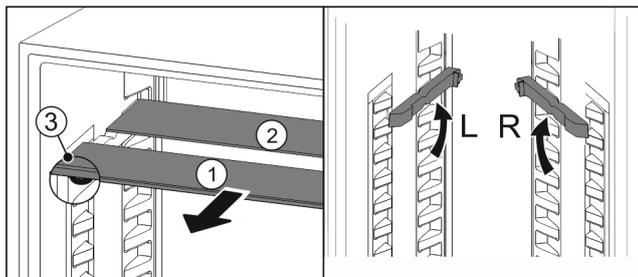

Fig. 27
- ▶ estrarre i ripiani di vetro singolarmente tirando in avanti Fig. 27 (1).
- ▷ Il piano in vetro Fig. 27 (1) con il motivo ornamentale è nella parte anteriore.
- ▷ I fermi Fig. 27 (3) sono rivolti verso il basso.